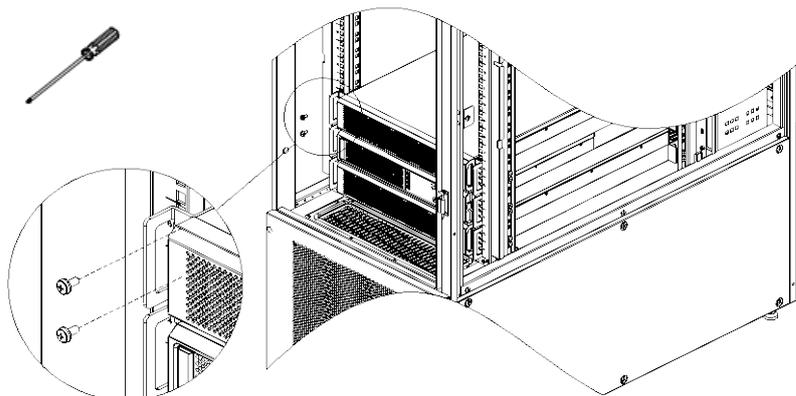

図 2-21 バッテリーパックを固定する
- 6) バッテリーパックをガイドレールに載せ、左右の支柱の 5U と 6U の位置に取り付ける。M6x16 ネジ(4 個)で固定する(図 2-21 参照)。